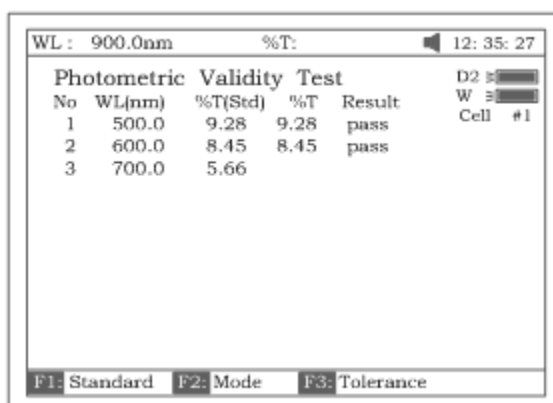

Рисунок 94
6. Установите образец (калиброванный фильтр нейтральной плотности) на пути светового луча. Нажав на клавишу **[СТАРТ/СТОП]**, выполните проверку. Результаты отобразятся на экране (рис.94). Если расхождение между результатами и калиброванными стандартными образцами не превышает величину допустимого отклонения, то после показа результатов теста на экран выведется сообщение "pass". В противном случае – "fail".